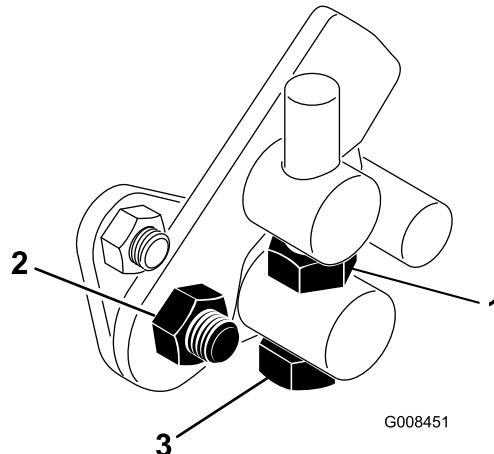

Figure 43
1. Desserrez l'écrou de blocage sur le boulon de tourillon (Figure 43).
| 4. Serrez l'écrou de blocage sur le boulon de tourillon et l'écrou sur le pivot de la pédale pour bloquer le réglage (Figure 43). Vérifiez le réglage et ajustez-le si nécessaire. | |